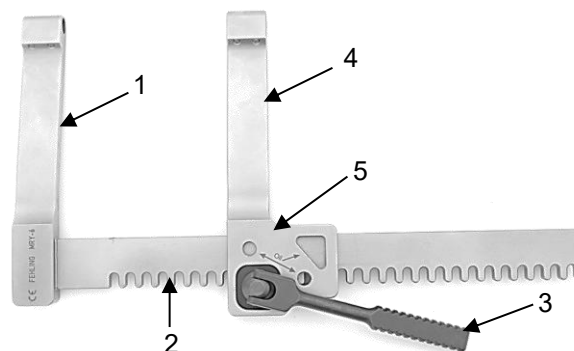

Fig. 14
La Figure 14 montre l'écarteur MARJAN MGH, qui est un écarteur à barre en U avec pignon. L'écarteur à barre se compose d'un bras d'écarteur fixe (1), d'une crémaillère (2) et d'un bras d'écarteur mobile (4).